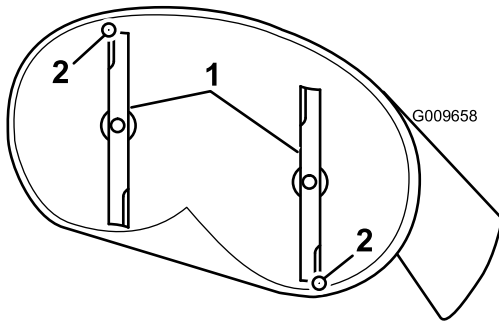
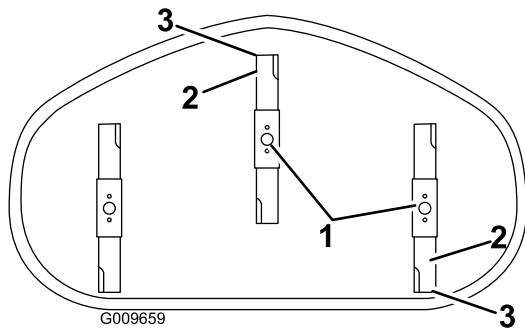

Figure 54
Figure 55
4. Faites pivoter les lames avec précaution pour faire passer les pointes avant à l'arrière (Figure 54 et Figure 55).
5. Mesurez la distance entre la pointe de la lame avant et la pointe de la lame arrière par rapport à la surface plane (Figure 54 et Figure 55).
9. Une fois le réglage effectué, vérifiez à nouveau l'inclinaison avant/arrière de la lame; continuez d'ajuster l'écrou jusqu'à ce que la pointe avant de la lame soit de 1,6 à 8 mm (1/16 à 5/16 po) plus basse que la pointe arrière (Figure 54 et Figure 55).